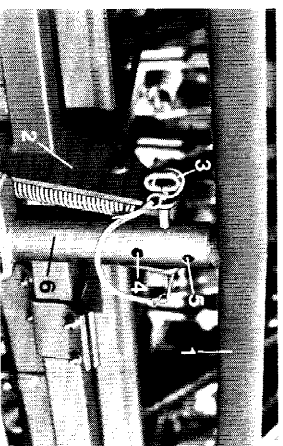

Fig. 99
De sporenmarkeurdrager (fig.99/1) dient men na het losmaken van de borgpennen (fig.99/3) naar de zijkant te neigen, waarop de sporen-markeurschijf bevestigd is, en als volgt vast te maken:
- Borggat onder (fig. 99/4) voor eenzijdig spoortrekken rechts
- Borggat boven (fig.99/5) voor eenzijdig spoortrekken links.
In transportstand dient men de aanbouwdrager(fig.99/2) en de draagarmen (fig.99/6) met de pennen (fig.99/3) te blokkeren.